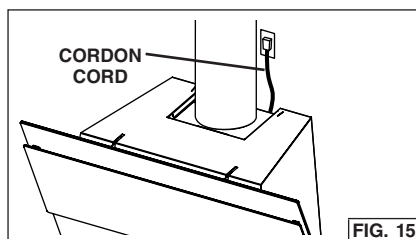

FIG. 15
13. Branchez le cordon dans la prise murale. Fig. 15.